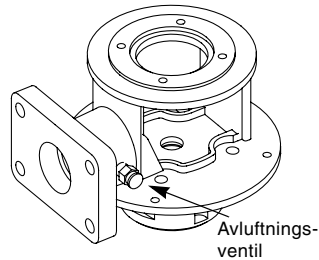

Fig. 10
2. Är pumpen utrustad med en avluftningsventil skall denna öppnas, se fig. 10.